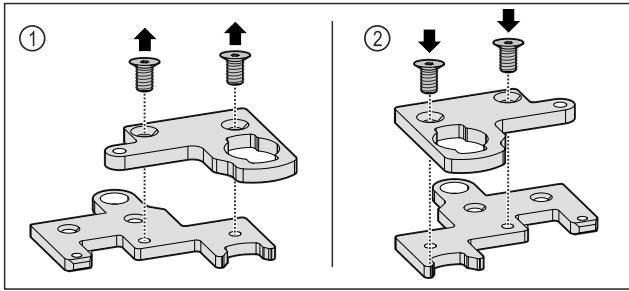

Fig. 34
- Роз'єднайте двосекційний кутик петлі. Fig. 34 (1)
- Знову зберіть двосекційний кутик петлі, повернувши його на 180°. Fig. 34 (2)